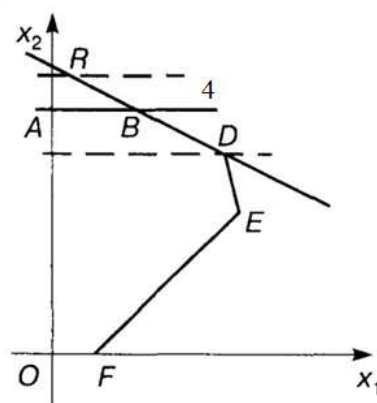

Рис. 1.5
Аналогично, не изменяя оптимальное решение (рис. 1.5), прямую (4) можно перемещать параллельно самой себе вверх до пересечения с осью Ox_2 в точке $R(0; 456,25)$ или вниз до пересечения с прямой (1) в точке $D(312,5; 300)$.